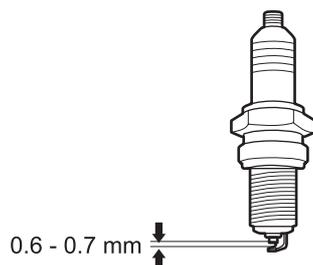

Fig. 18
1. Débranchez le connecteur de la bougie (2).
2. Dévissez la bougie avec la partie de l'outil multi-usage (23) destinée à cet effet, et retirez-la délicatement.
6. Vérifiez l'écartement de la bougie. Il doit être de 0,6 à 0,7 mm (fig. 18).